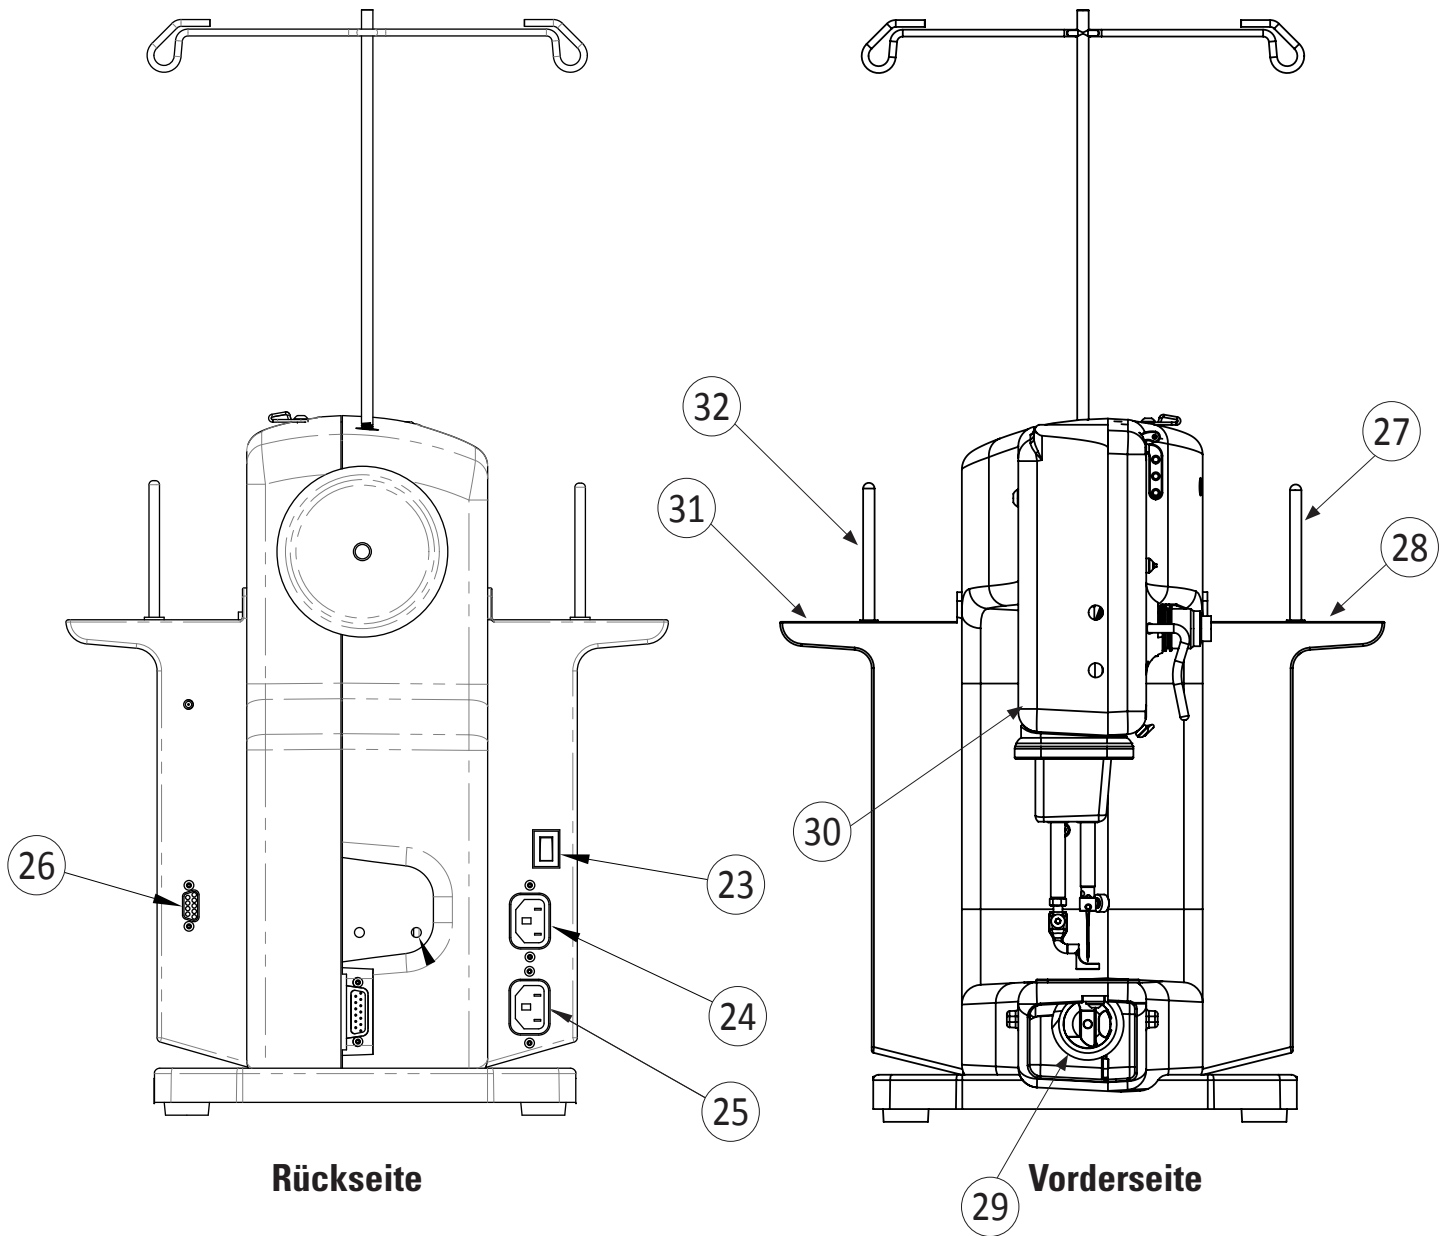

Abb. 3
Prüfen Sie, dass der An/Aus-Schalter (Seite 7, Abb. 3, #23) ausgeschaltet ist (in 0-Stellung). Stromkabel in die obere Buchse an der Rückseite der Maschine einstecken (Abb. 4). Stromkabel noch nicht an das Netz anschließen.
1. Das Ende der Fußanlasseranschlussleitung in die Fußanlasserbuchse einstecken (siehe Seite 7, Abb. 3, #26).